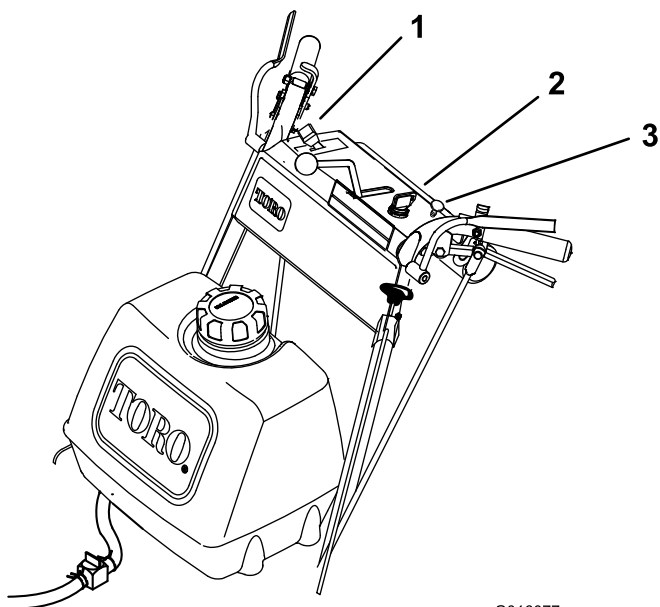

Figura 9
11. Feche o ar à medida que o motor aquece (Figura 9).
2. Mova a alavanca do acelerador para LENTO (Figura 9).